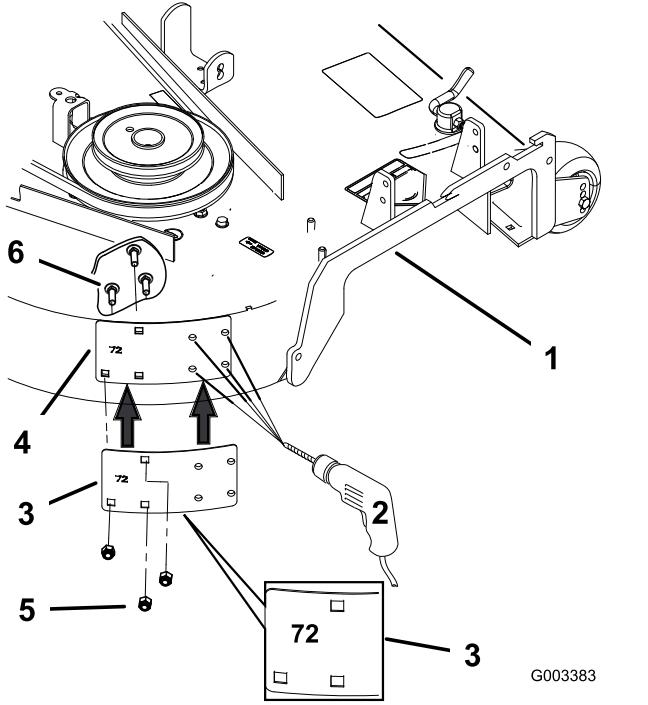

图 15
- 利用剪草机刀盘上现有的孔用先前卸下的托架螺栓和螺母将其上标有号码 72 的金属模板安装到剪草机刀盘 **图 15**。
2. 用模板中的 4 个孔对新剪草机刀盘孔位置进行中心冲钻 **图 15**。
3. 取下金属模板用锋利的钻头钻 4 个定向孔直径 3.2mm **图 15**。
4. 用锋利的钻头在定位孔内钻 4 个定位孔直径 10.3mm **图 15**。